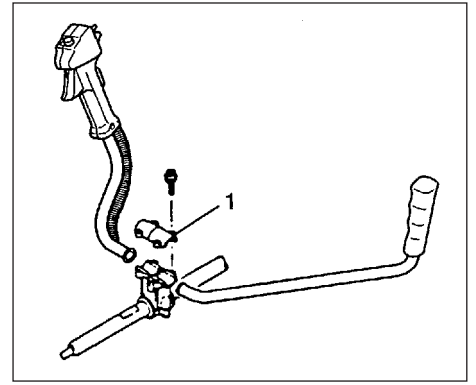

Fig.1-3
Installation af håndtag (Fig. 1-3, 3B)
Fjern håndtagets beslag (1) fra enheden. (Fig. 1-3)